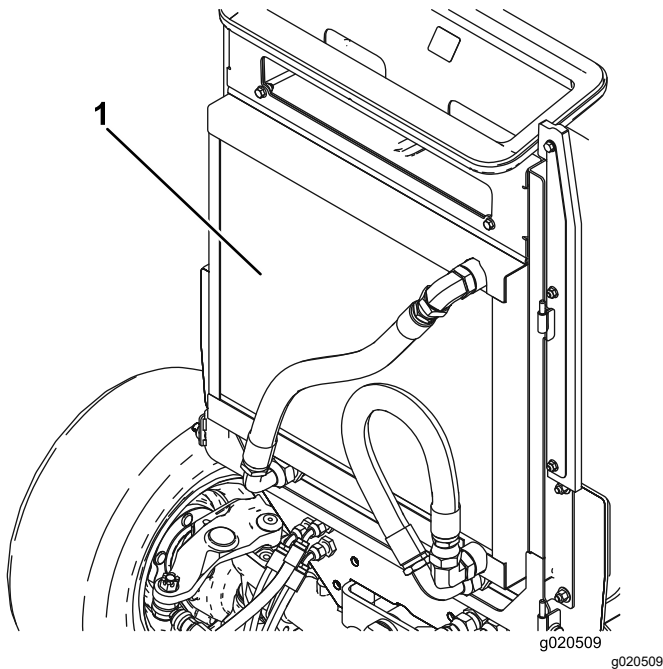

Figura 112
4. Pulite accuratamente entrambi i lati del refrigeratore dell'olio e il radiatore con aria compressa (Figura 112).